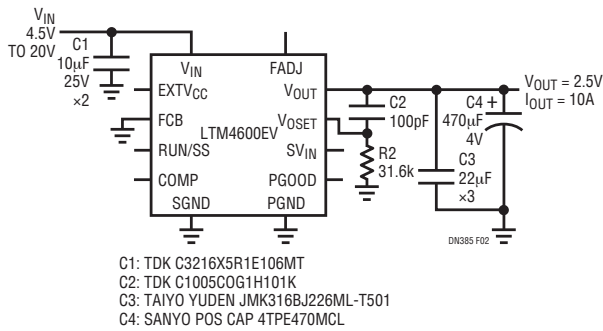

図2. この2.5V/10Aアプリケーションには外付け部品がほとんどいらない
2.5V出力の標準的LTM4600EVの設計を図2に示し、その回路の効率を図3に示します。入力と出力にバルク・コンデンサを使えばほとんどのアプリケーションで十分ですが、この設計では入力のRMSリップルを減らすため、低ESRの10 μ F 25Vセラミック・コンデンサを2個使用しています。出力電圧は外付け抵抗をV_{OSET}ピンからグランドに接続して設定します。出力コンデンサは、過渡ステップに対する出力電圧の初期電圧垂下を約 $\Delta V_{OUT} = I_{LOADSTEP} \cdot RESR$ に維持するため、低ESRのものを選択します。